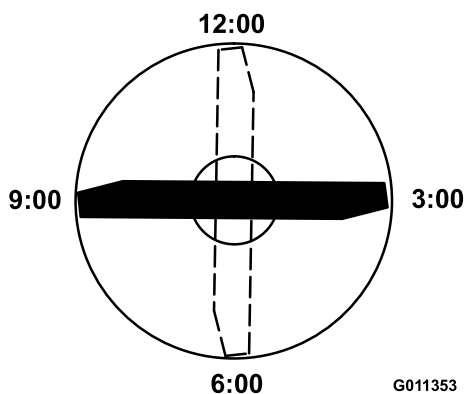

Figura 127
4. Poziționați marginea de tăiere a capătului marcat al lamei la ora 12 (drept înainte în direcția de cosire) (Figura 127) i măsurați înălțimea de la masă la marginea de tăiere a lamei.
5. Rotii capătul marcat al lamei în pozițiile de la orele 3 i 9 (Figura 127) i măsurați înălțimile.